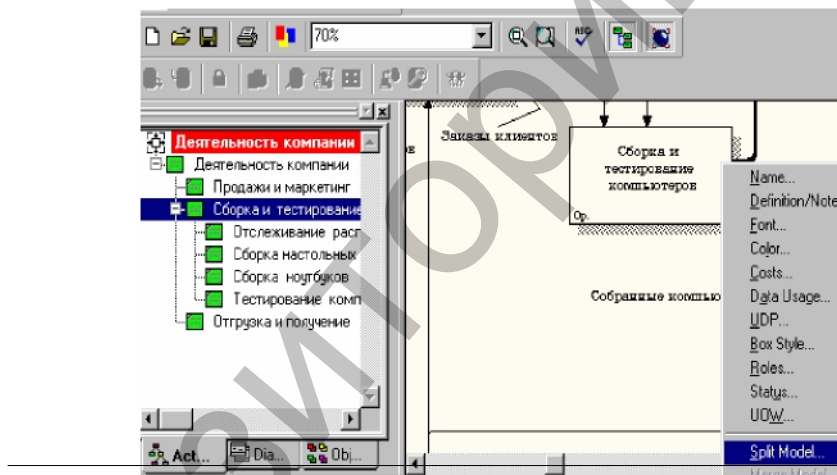

Рис. 6.4. Пункт контекстного меню **Split model**
1. Перейдите на диаграмму A0. Правой кнопкой мыши щелкните по работе «Сборка и тестирование компьютеров» и выберите **Split model** (разделить модель) (рис. 6.4).